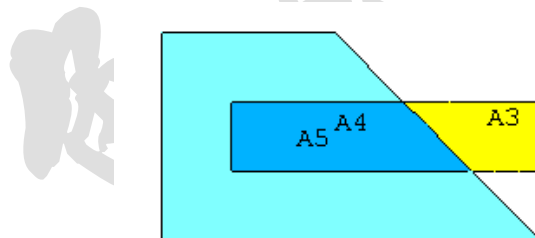

图11.31 布尔运算得到的面
(12) 单击 **Main Menu>Preprocessor>Modeling>Operate>Booleans>Overlap>Areas** 菜单，弹出图形拾取对话框，单击对话框中的【PICK ALL】按钮，得到如图 11.31 所示的三个面。